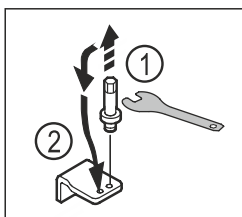

Fig. 14
- ▶ Dévisser l'axe du support de palier inférieur avec une clé mâle coudée pour vis à six pans creux de 5. Fig. 14 (1)
- ▶ Placer l'axe du côté opposé. Fig. 14 (2)